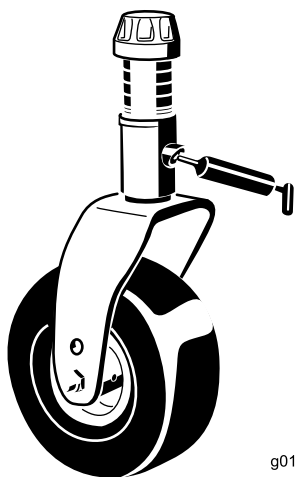

Figura 36
- Casquilhos do veio da forquilha da roda (2) (Figura 36)